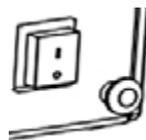

Рисунок 2
2. Нажмите кнопку газового клапана, одновременно нажимая несколько раз кнопку пьезоэлектрического элемента до тех пор, пока не появится пламя (см. рис. 2–3).